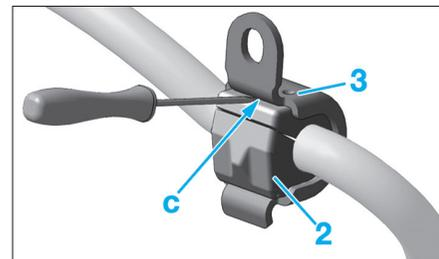

Fig. 18
- Dégager la bride (3) en faisant levier avec un tournevis en "c" (Fig.18).